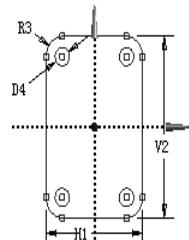

图 3.9.3 草图 1
(1) 绘制图 3.9.3 所示的草图 1。在“草图绘制”工具条中的 下拉列表中选择 XYPlane 平面为草图平面，单击“New Sketch”按钮 ，绘制图 3.9.3 所示的截面草图，其中 $H1=60$, $V2=90$, $R3=10$, $D4=9$ 。